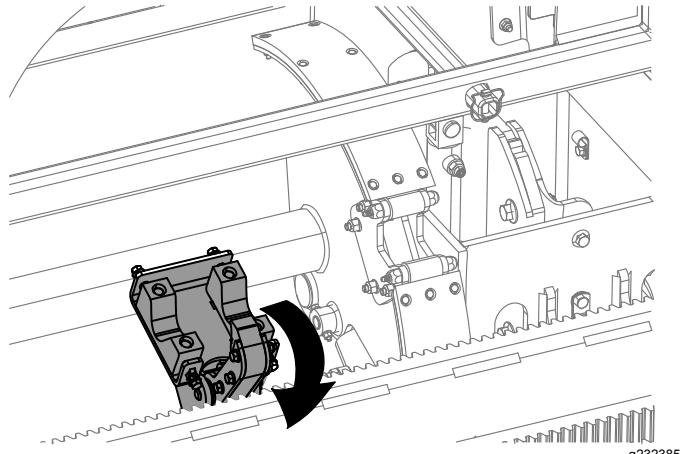
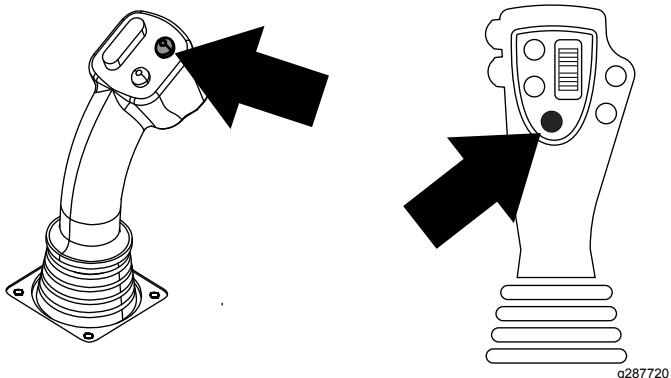

Bild 44
Bild 43
10. Halten Sie die untere linke Taste des 8-Tasten-Joystick oder die untere Taste des 4-Tasten-Joysticks gedrückt, um das Rohr zu loszulassen (Bild 43) und (Bild 44) und lassen Sie die Taste wieder los.